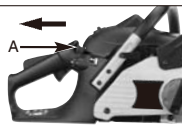

Fig. 8B
2. Træk i chokeren/avancer gashåndtaget (A). Dette indstiller chokeren, og avancer gashåndtaget, så motoren nemmere starter. (Fig. 8B)